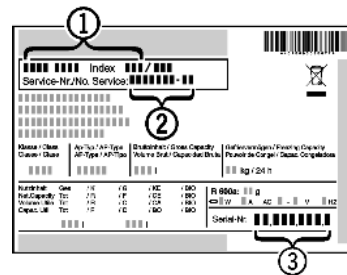

Fig. 33
- ▶ Consulter la désignation de l'appareil Fig. 33 (1), le N° de service Fig. 33 (2) et le N° de série Fig. 33 (3) sur la plaque signalétique. La plaque signalétique se trouve à l'intérieur de l'appareil, sur le côté gauche.